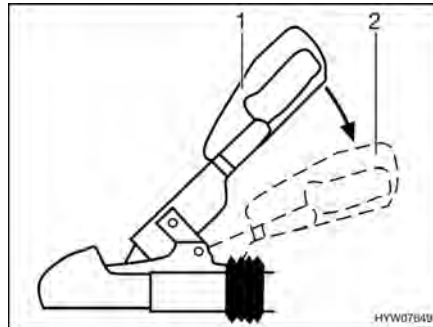

Bild 197 Stabiliseringshandtag
- Aktivera stabiliseringsanordningen. Tryck då ned kopplingshandtaget från stängt läge (Bild 197,1) till nedre stoppläget (Bild 197,2).